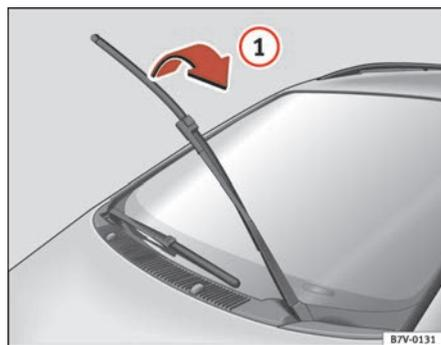
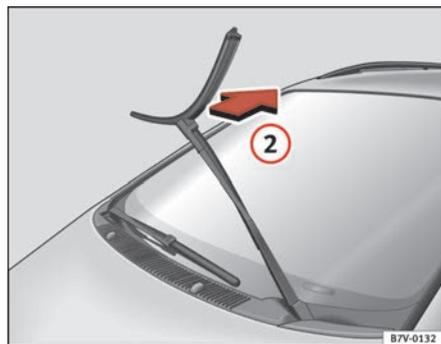

Fig. 145 Limpiaparabrisas levantados
Fig. 146 Desmontaje de los limpiaparabrisas delanteros
- Gire la escobilla hasta el tope en el sentido que indica la flecha ⇒ fig. 145 ①, seguidamente tire de ella hacia la dirección que indica la flecha ⇒ fig. 146 ②.
- Introduzca la escobilla nueva, de **idéntica longitud y diseño**, en el brazo del limpiacristales, gírela a continuación hasta el tope en el sentido opuesto al que indica la flecha ①.